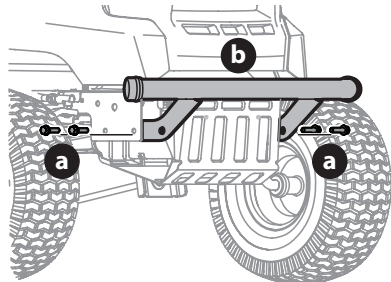

Figura 15
1. Saque los cuatro tornillos hexagonales (a) del paragolpes (b) (Figura 15).
2. Coloque los soportes del paragolpes hacia el interior del bastidor del tractor y fíjelos en su lugar con los cuatro tornillos hexagonales con reborde (a) (Figura 15).